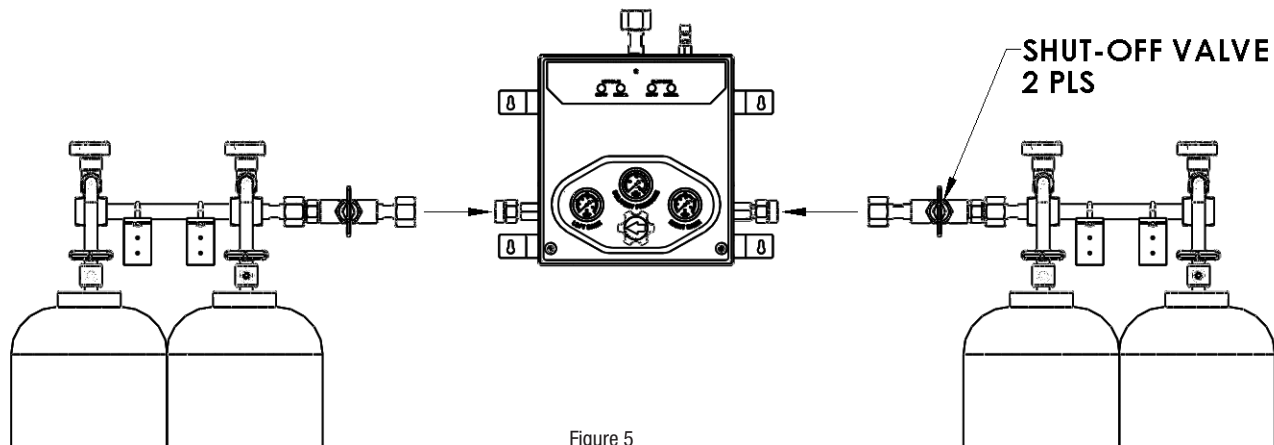

Figure 5
6. Alignez les barres de collecteur droite et gauche avec les raccords d'entrée droit et gauche du boîtier. Voir la figure 5 pour en avoir une illustration. Assurez-vous que les barres de collecteur sont bien horizontales et perpendiculaires au boîtier. Fixez les supports de montage du collecteur au mur avec un outil adéquat (non fourni). Branchez les raccords de sortie du collecteur aux côtés droit et gauche du boîtier de contrôle. Serrez tous les raccords à l'aide d'une clef. Serrez les étriers des supports de montage du collecteur pour le fixer en place.
- Fermez les robinets d'arrêt principaux à droite et à gauche, si le modèle en est équipé. Référez-vous à la figure 5 pour connaître l'emplacement des robinets d'arrêt principaux.